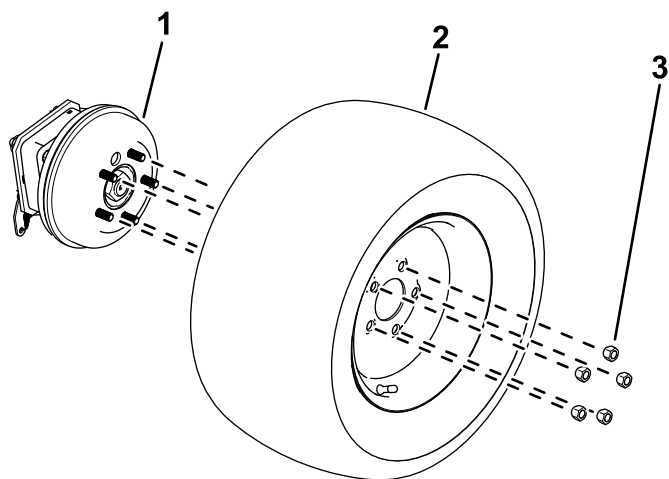

**Bild 10**
2. Lösen und entfernen Sie die Radmuttern (Bild 10).
3. Nehmen Sie Räder von den Radnaben ab (Bild 10).
1. Verwenden Sie die zuvor entfernten Radmutter, um die Räder an der Radnabe zu befestigen (Bild 10).